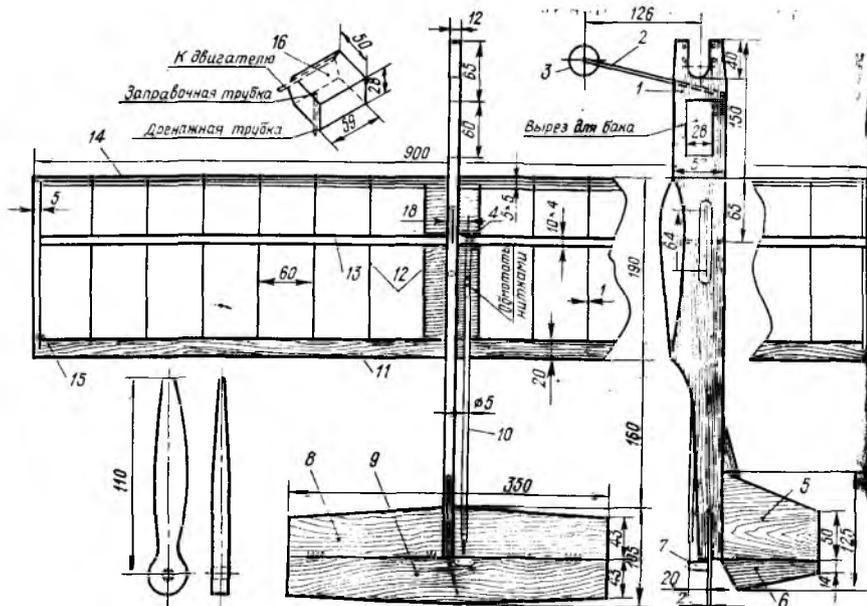

Рис. 33. Кордовая учебно-тренировочная модель самолета:
**Кордовая учебно-тренировочная модель** (рис. 33). Постройка именно такой модели наиболее оправдана для дальнейшего знакомства с категорией кордовых моделей.